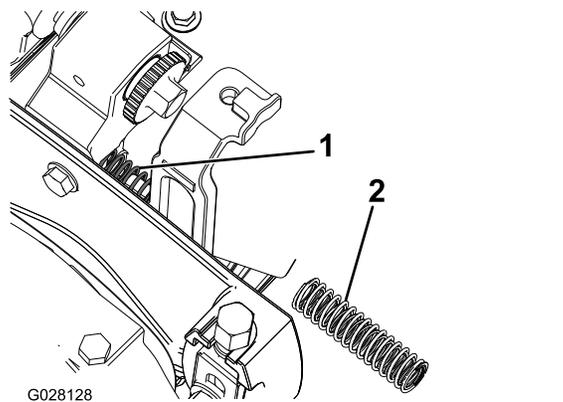

Figura 7
5. Utilize um alicate de pontas para remover as molas de compressão existentes em ambos os lados da unidade de corte e substitua-as pelas novas molas de compressão interna e externa (Figura 7).